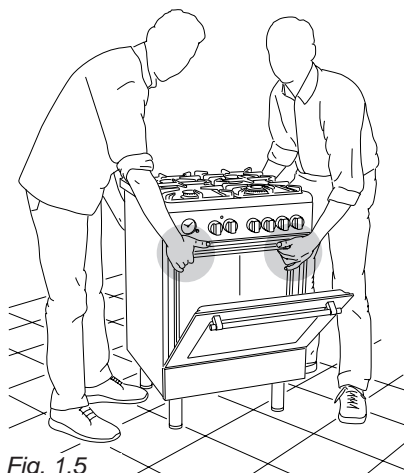
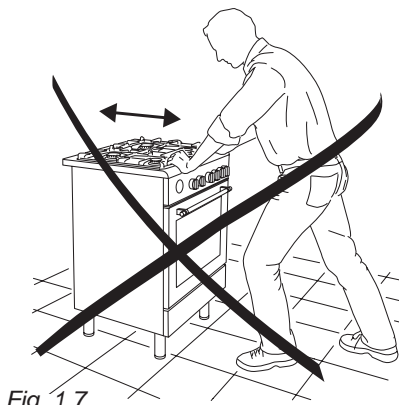

Fig. 1.5
Fig. 1.7
**VARNING:** Det måste vara två personer som höjer spisen till upprätt läge. Detta skyddar de höjjusterbara benen från skador (Fig. 1.5). Skjut inte spisen på plats eftersom detta kommer att skada spisens bas och ben!
Dra aldrig i spisen när den flyttas (Fig. 1.7). Se till att benen lyfts ovanför golvytan (Fig. 1.5).